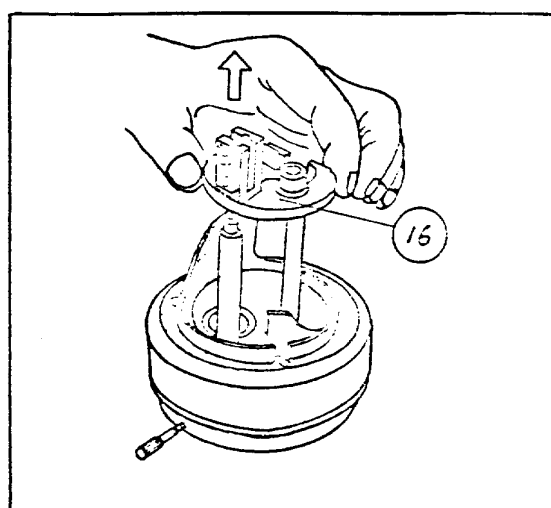

Fig. 46
- 8) Take out the lens carrier (16) (Fig. 46).